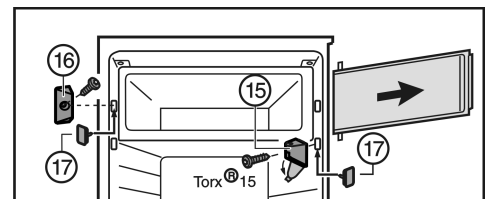

Fig. 6
- ▶ Откиньте крышку на опорном кронштейне Fig. 6 (15).
- ▶ Открутите опорный кронштейн Fig. 6 (15) с дверцей камеры.
- ▶ Открутите запирающий элемент Fig. 6 (16).
- ▶ Закройте образовавшиеся отверстия прилагающимися пробками Fig. 6 (17).